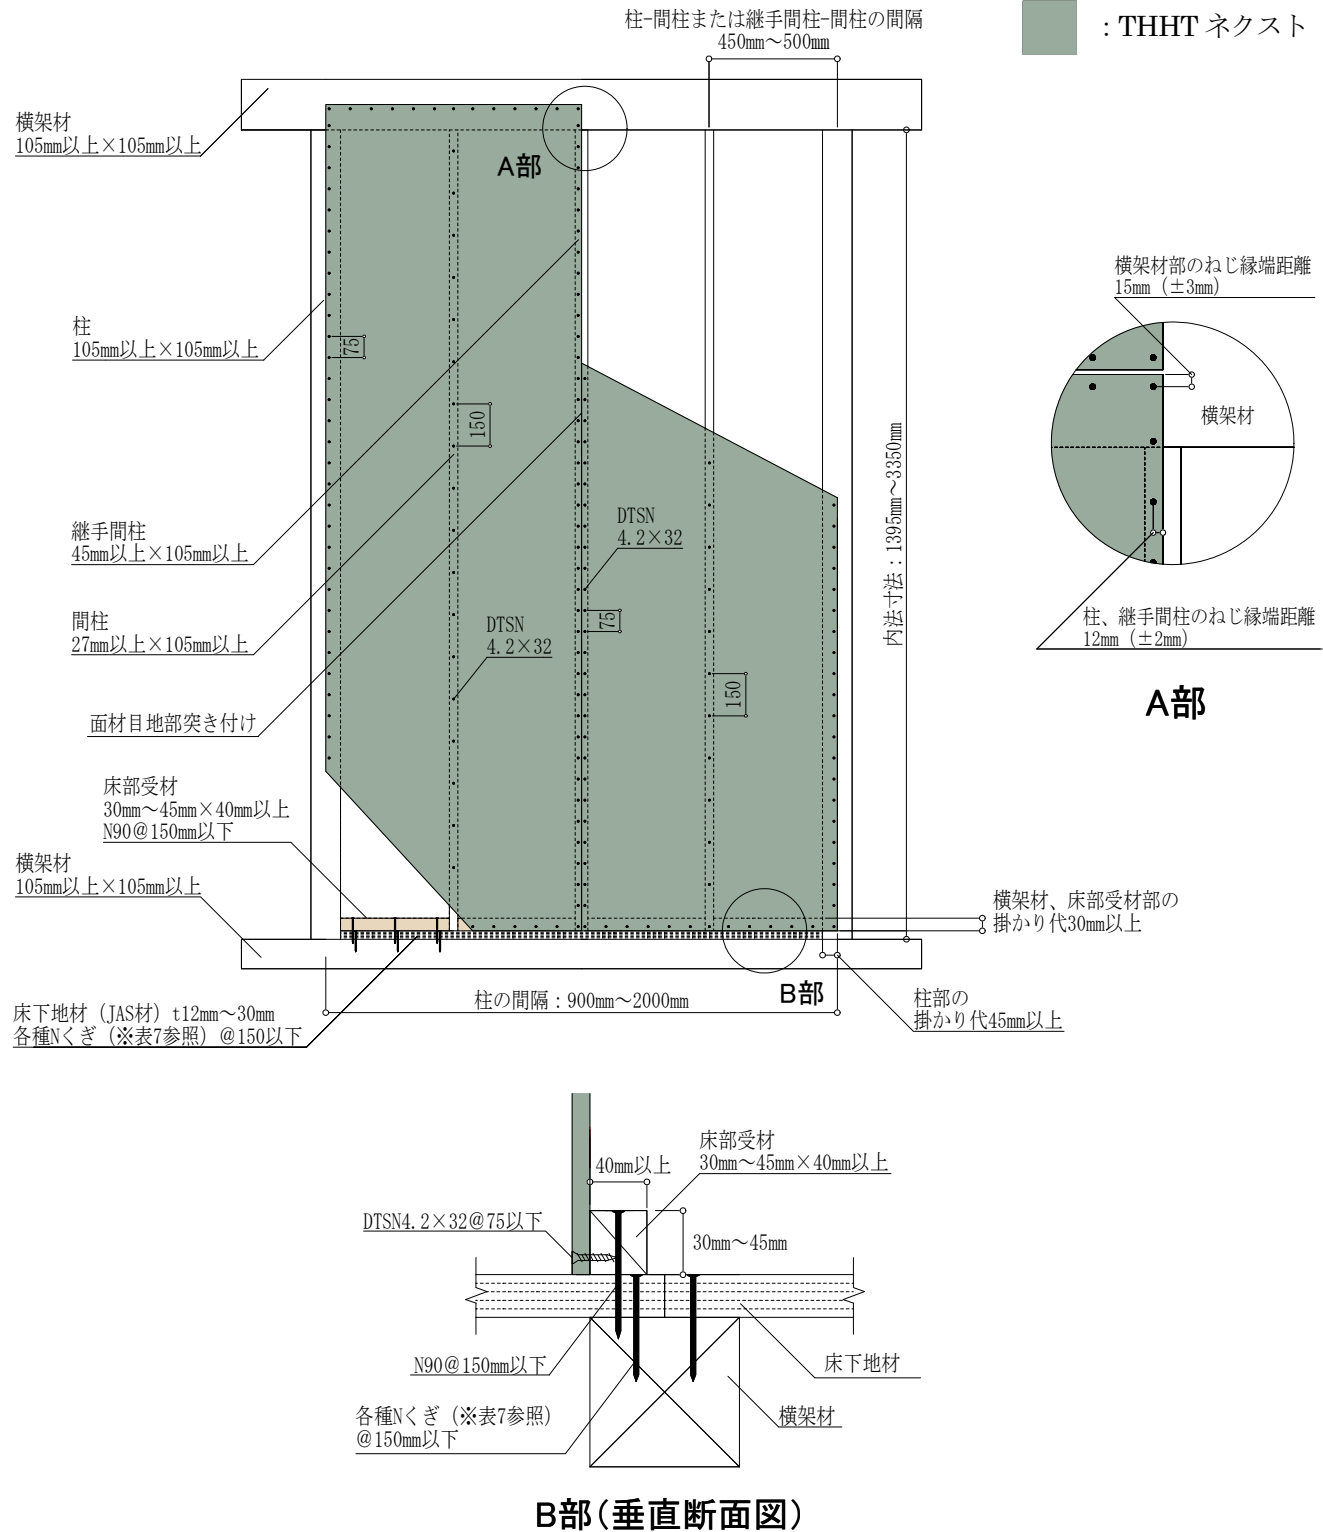

図 6 床勝ち仕様 (FRM-0737 : 3.0 倍) 施工概略図 (2P の場合)
施工においては、図 6 および注意事項に記載の内容を遵守してください。
- ・ THHT ネクストは、原則 1 枚張りとし、縦継ぎ張りについては、P30「⑦縦継ぎ張りについて」をご確認ください。
- ・ 図 6 は 2P の施工例となっておりますが、1P の場合も耐力壁とできます。